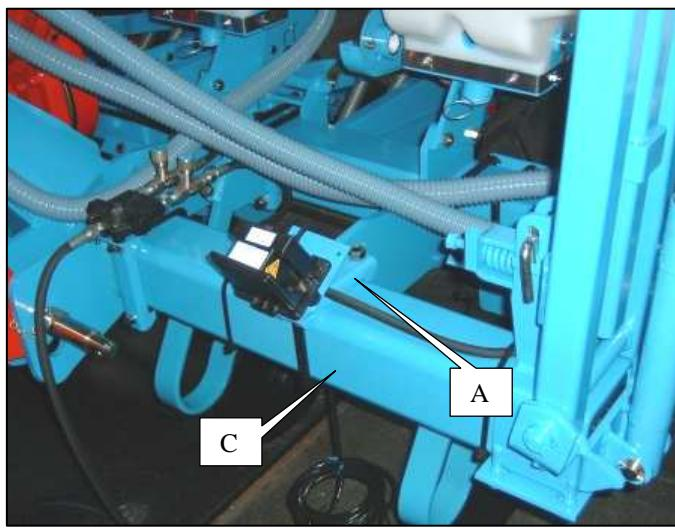
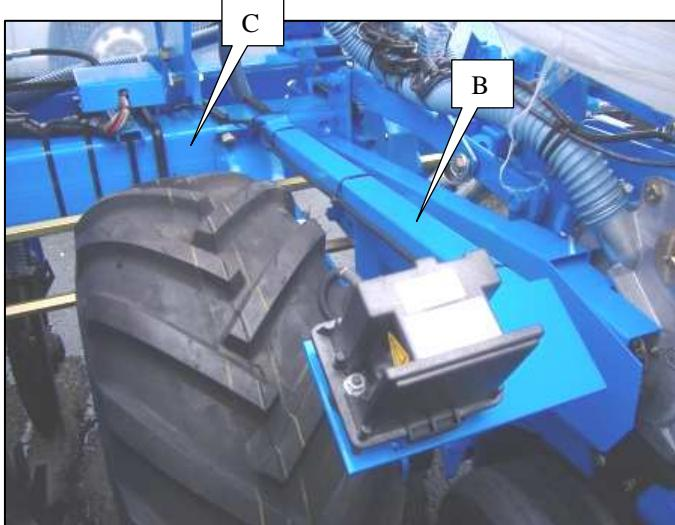

Fig. 1
Fig. 2
Le kit de montage comprend un support de fixation sur semoir A (Fig.1) ou un support de fixation sur bloc roue B (Fig.2).
-Installer le support sur le châssis du semoir C (voir Fig.1 et 2).
The assembly kit includes a mounting A (Fig.1) or B (Fig.2).
The assembly kit includes a securing bracket on the seeder A (Fig.1) or a securing bracket on the wheel unit B (Fig.2).
-Mount the bracket on the seeder frame C (see Fig.1 and 2).
Das Montagekit schließt einen Befestigungsträger auf Sämaschine A (Abb. 1) oder einen Befestigungsträger auf Radeinheit B (Abb. 2) ein.
-Montieren Sie den Träger auf das Fahrgestell der Sämaschine C (siehe Abb. 1 und 2).